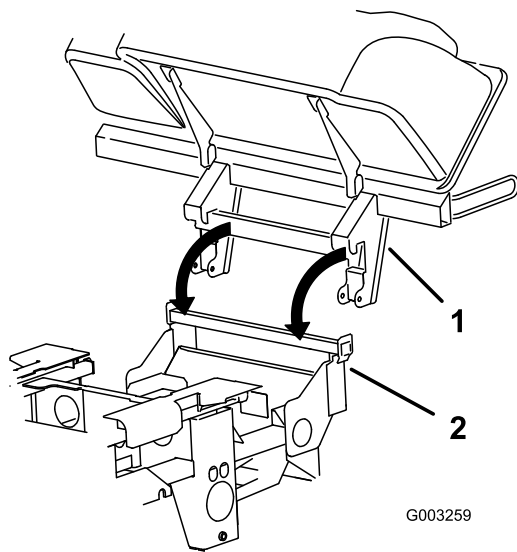

Figure 7
- Montez le couvercle sur le support du système de ramassage (Figure 7).